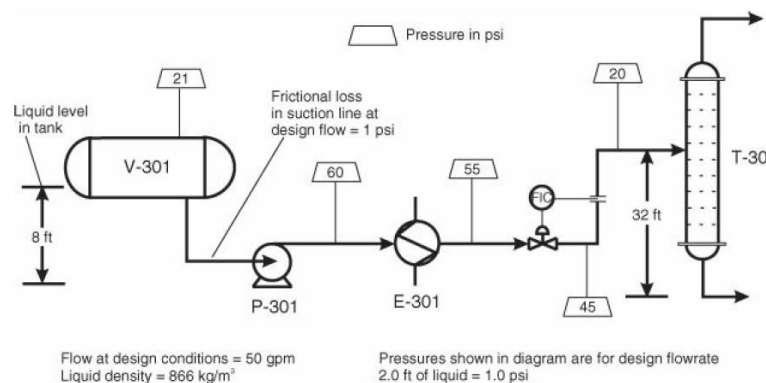

Figura 1. Destilación de líquido orgánico
9. El sistema de alimentación para un proceso de destilación se muestra en la Figura 1. La alimentación es un líquido orgánico de densidad 866 kg/m^3 almacenado en V-301 en una atmósfera de nitrógeno a presión constante de 21 psi. El líquido es bombeado a través de un intercambiador de calor y la válvula de control, y alimentado a la columna de destilación. El diagrama de flujo de la Figura 1 muestra el perfil de presiones para un flujo de diseño de 50 gpm. Por condiciones de operación es necesario trabajar a un caudal 25% superior.